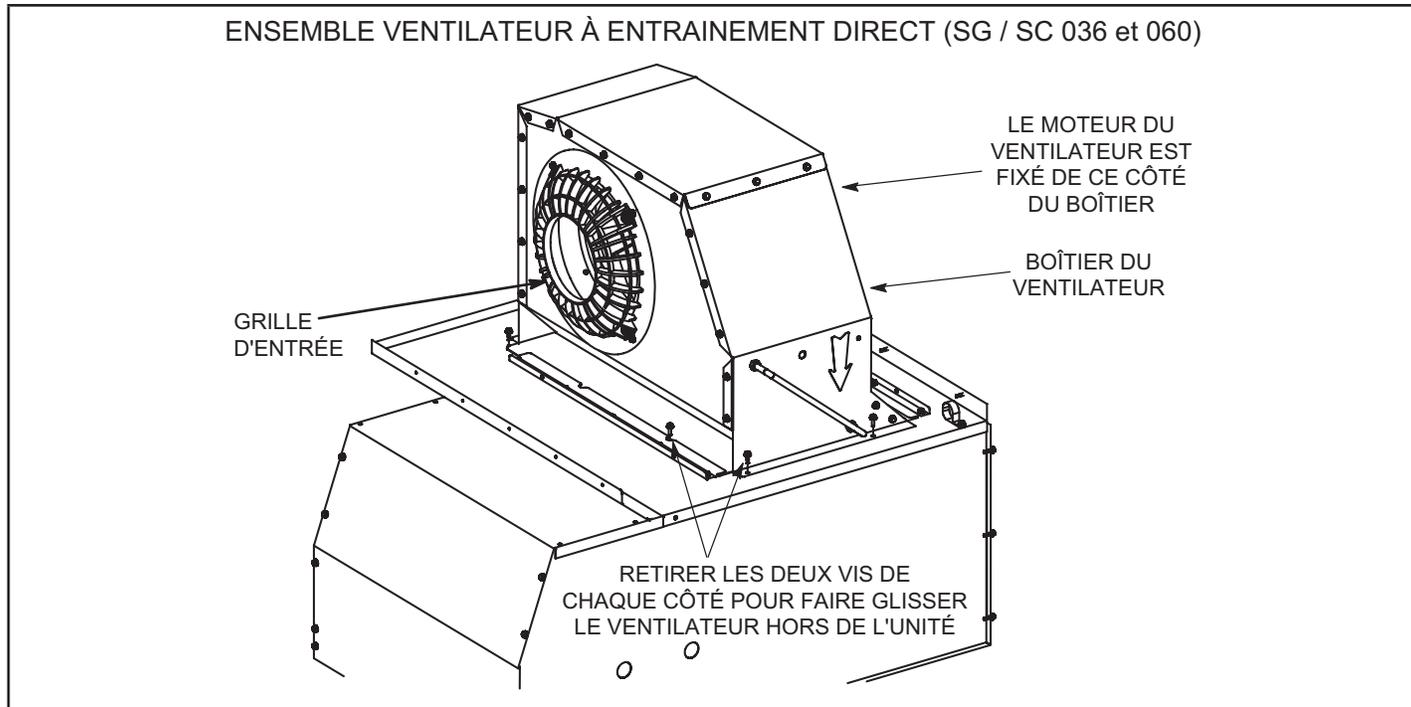
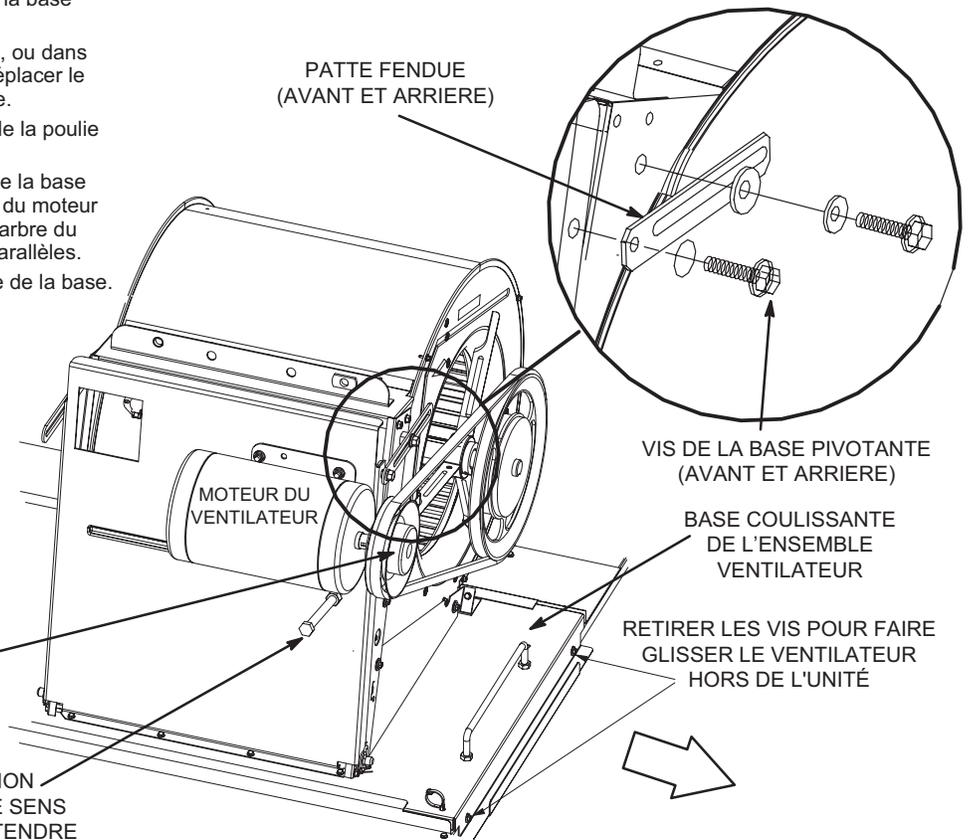
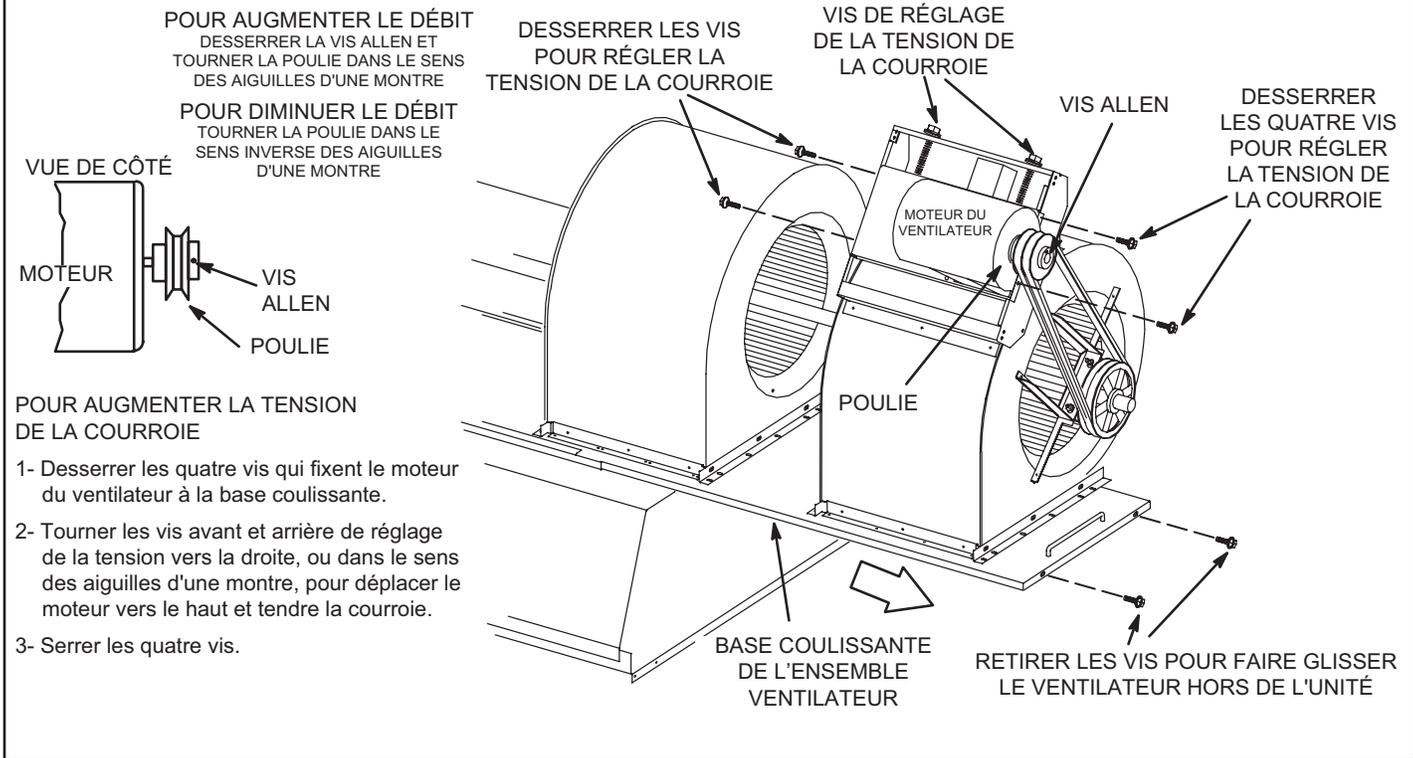

FIGURE 28
FIGURE 29
FIGURE 30
L'ensemble ventilateur est fixé à un cadre coulissant qui permet de retirer le moteur du ventilateur de l'unité. Voir FIGURE 28, FIGURE 29 ou FIGURE 30.
- 2 - Retirer les vis situées de chaque côté de la base coulissante du ventilateur. Voir FIGURE 29 ou FIGURE 30.
Remettre en place les vis à l'avant et de chaque côté du boîtier du ventilateur. Voir FIGURE 28.
- 4 - La vitesse du ventilateur peut être réglée au niveau de la poulie du moteur. Desserrer la vis Allen et tourner la poulie réglable dans le sens des aiguilles d'une montre pour augmenter le débit. Tourner dans le sens inverse des aiguilles d'une montre pour diminuer le débit. Voir FIGURE 28, FIGURE 29 ou FIGURE 30. Ne pas dépasser les nombres minimum et maximum de tours de poulie indiqués au TABLEAU 4.
Une durée de vie maximale et une usure des courroies minimale ne peuvent être obtenues que si l'alignement des poulies et la tension des courroies sont corrects. Tendre la nouvelle courroie après une période de fonctionnement de 24 à 48 heures. Cela permettra à la courroie de s'étirer et de s'insérer dans les rainures. S'assurer que le ventilateur et la poulie du moteur sont alignés comme indiqué à la FIGURE 32. Voir FIGURE 28, FIGURE 29 ou FIGURE 30 pour régler la tension de la courroie.